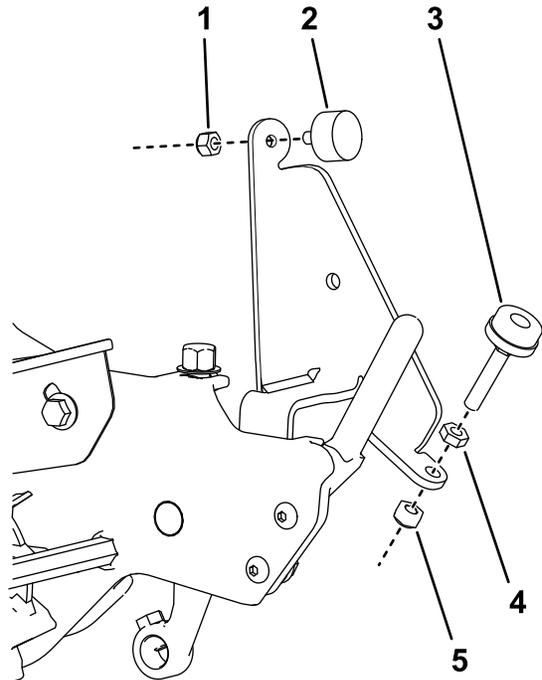

Figure 2
4. Fixez une butée en caoutchouc sur chacun des supports de la brosse à l'aide d'un contre-écrou (1/4"), comme montré à la Figure 2.
5. Installez une vis de réglage sur chacun des supports de la brosse comme montré à la Figure 2.